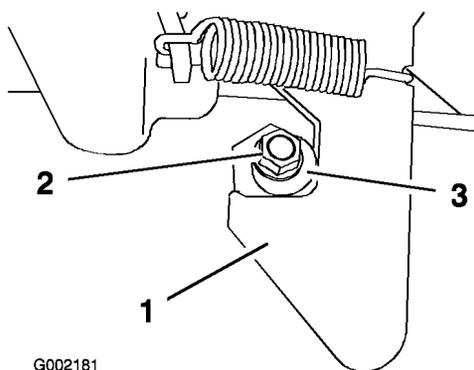

Figure 25
1. Desserrez l'écrou au bout du montant de verrouillage (Figure 25).
1. Tournez le montant dans le sens horaire jusqu'à ce qu'il soit bien serré contre le verrou, puis serrez l'écrou (Figure 25).